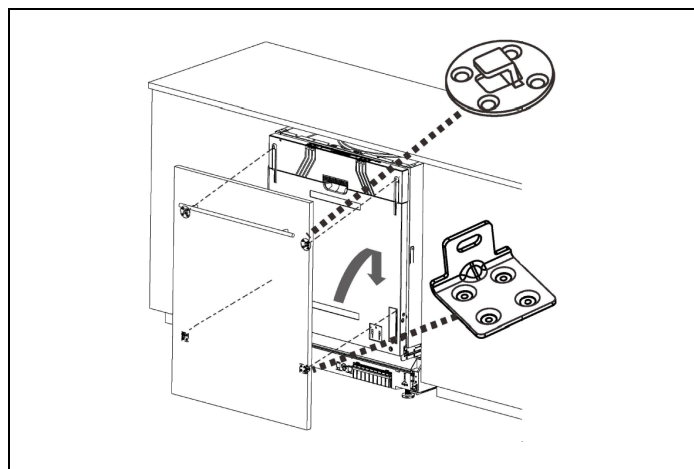
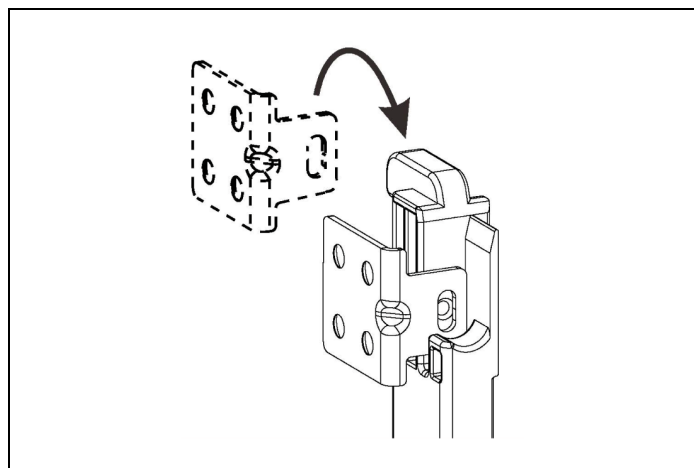

Fig. 16
Fig. 17
- 2) Fäst kroken på den anpassade luckpanelen och för in den i spåret på diskmaskinens yttre lucka (Fig. 16 ,Fig. 17).